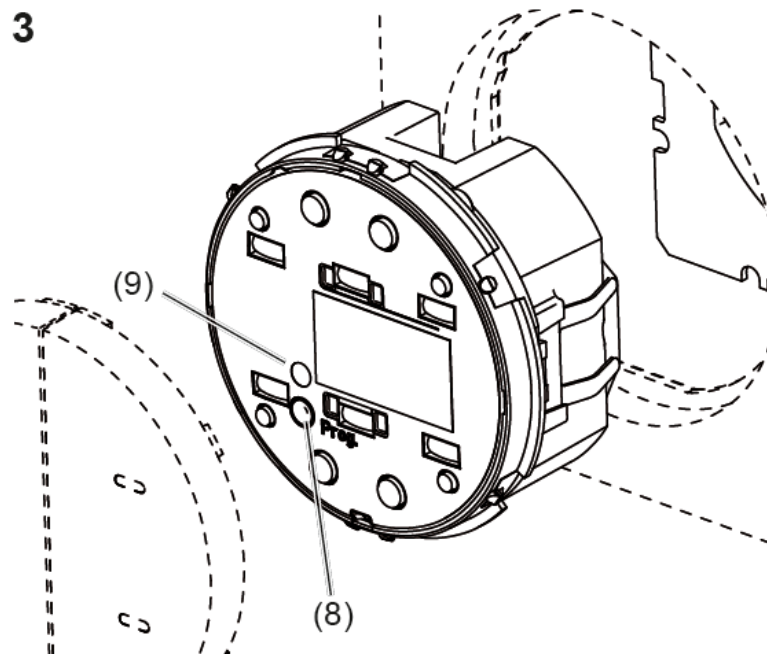

Figura 3
- Pulsar la tecla de programación (figura 3, 8) para activar el modo de programación. El LED de programación (figura 3, 9) se enciende.